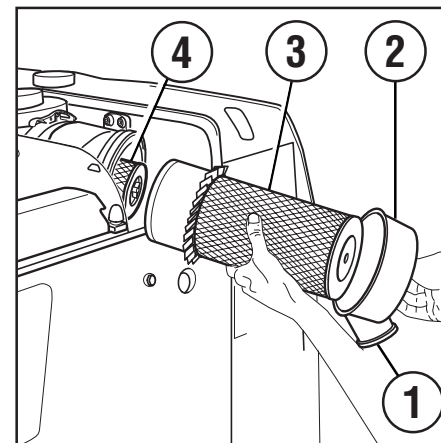

Fig. 62
- 2 - Kontrollera först och främst att gummi-ventilen (1 fig. 62) som är placerad utanpå skyddet inte är igensatt. Ta bort det som eventuellt täpper igen.
- 3 - Ta bort filterskyddet (2 fig. 62) från sätet genom att lossa skruven som håller det på plats.
- 4 - Lossa mittskruven som håller luftfiltret på plats (3 fig. 62) och ta bort filtret från dess säte. Se till att damm inte tränger in i muffen.
OBSERVERA. Patronen (3 fig. 62) ska bytas ut efter 6 rengöringar eller efter högst 12 månader. Vid vartannat byte ska den yttre patronen tas bort och den inre patronen bytas ut (på de maskiner som är utrustade med detta). Den interna säkerhetsfilterpatronen (4 fig. 62) ska inte tvättas eller blåsas ren.